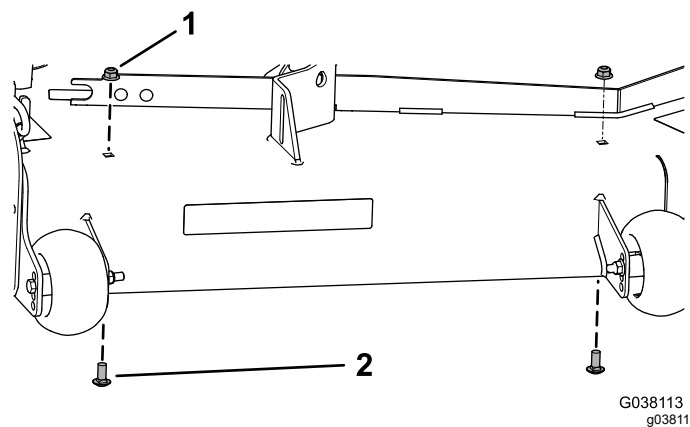

Bild 34
- Entfernen Sie die zwei vorhandenen Bundmuttern ($\frac{3}{8}$ ") und zwei Schlossschrauben ($\frac{3}{8}$ " x $\frac{7}{8}$ ") vom Mähwerk (Bild 34).